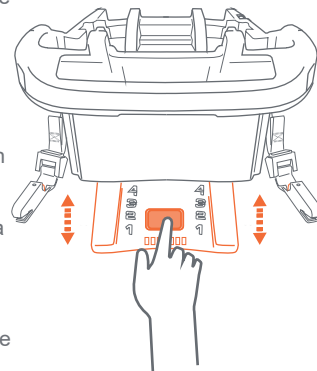

Fig. 58-2
- 1- Presione el botón de liberación del pie de elevación azul ubicado en la parte delantera de la base para cambiar la altura de la base a las posiciones (Fig. 58-2).